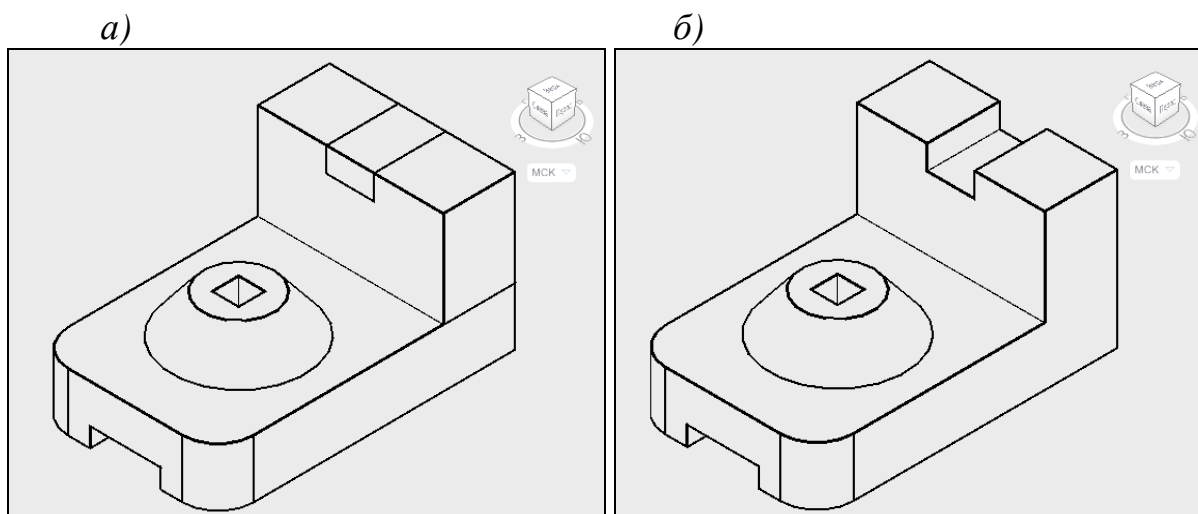

Рис.5.9
а) С помощью команды **ЯЩИК** выполнить построение двух призм с габаритными размерами (30x78x40) мм и (30x20x10) мм (рис.5.9, а).
б) Выполнить вычитание тел для получения прямоугольного паза (команда **ВЫЧИТАНИЕ**) (рис.5.9, б).
8. Объединить части детали в единую модель (рис. 5.9, б).